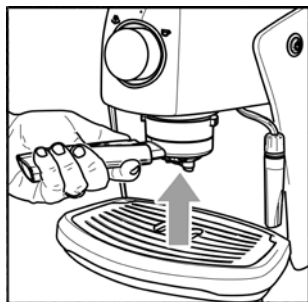

図11
- ・(図11) - コーヒー抽出部(6)にフィルターホルダーをはめてください。
- ・(図11) - 抽出部(6)へフィルターホルダー(10)をはめてください。
- ・(図11) 抽出部(6)へフィルターホルダー(10)をはめてください。